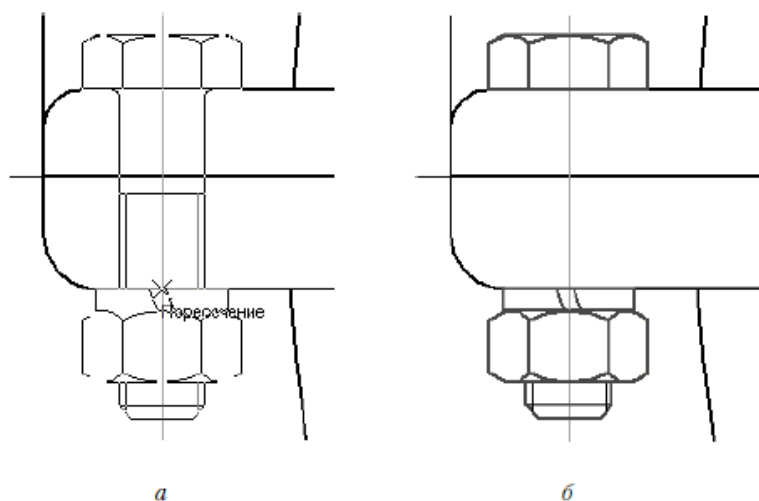

Рис. 2.120. Крепежный элемент: размещение фантома на чертеже (*а*), зафиксированный элемент (*б*)
5. Нажмите ОК, чтобы начать вставку. При этом помещаемый крепежный элемент свободно перемещается по чертежу и отрисовывается фантомом (напомню, фантом – это временное изображение объекта тонкими линиями в серых тонах). Щелкните кнопкой мыши на точке пересечения крайней левой вспомогательной прямой и верхней границы фланца крышки редуктора. После фиксации головки болта крепежного пакета отрегулируйте его длину (она свободно изменяется), зафиксировав вторую точку на той же вертикальной прямой, но на нижней границе фланца корпуса (рис. 2.120, *а*). Обратите внимание: несмотря на то что в фантоме крепежного элемента болт был отрисован полностью, после окончательной фиксации пакета в чертеже средний участок его пропадает (не изображается), как и было указано в окне настроек библиотеки (рис. 2.120, *б*).